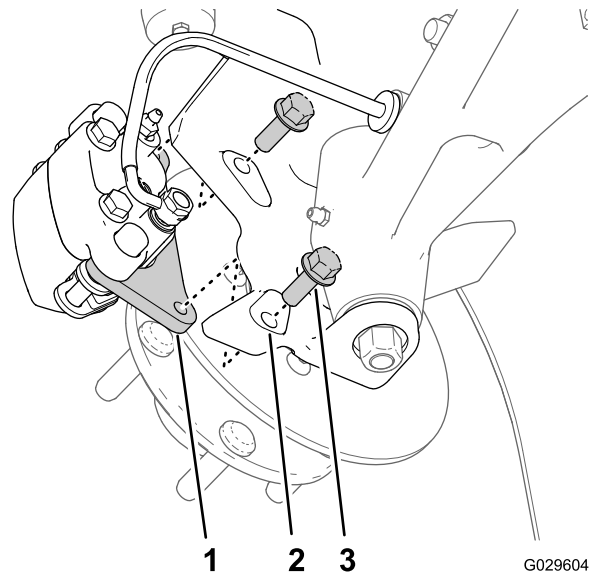
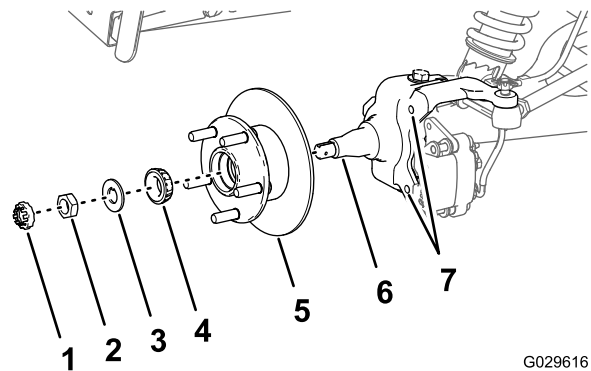

Figura 27
Figura 31
3. Retire los pernos con arandela prensada (3/8" x 1") que sujetan el soporte del conjunto de freno al eje, y separe el freno del eje (Figura 27).
1. Aplique una ligera capa de grasa del tipo especificado en el eje (Figura 31).
2. Monte el cubo y el rotor en el eje con el rotor hacia dentro (Figura 31).
3. Monte el cojinete exterior en el eje y acople el cojinete al anillo de rodadura exterior (Figura 31).
4. Monte la arandela con pestaña en el eje (Figura 31).
5. Enrosque la tuerca en el eje, y apriete la tuerca mientras gira el cubo (Figura 31).
2. Alinee las pastillas de freno en cada lado del rotor (Figura 27) y los taladros del soporte de la pinza con los taladros de montaje del freno de la mangueta (Figura 31).
3. Monte el soporte de la pinza en la mangueta (Figura 27) con los 2 pernos con arandela prensada (3/8" x 1"), y apriete los pernos a 47–54 N·cm.